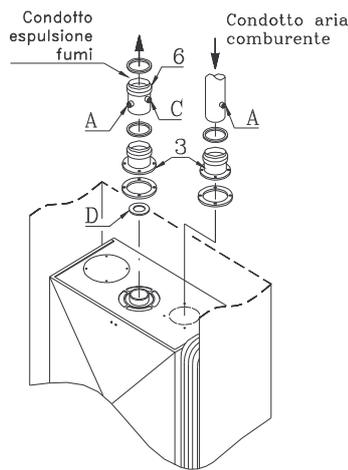

Fig.9
In questa configurazione l'aspirazione dell'aria comburente e lo scarico dei fumi sono canalizzati in due "condotti separati"; in tal caso sull'apparecchio va posizionato un apposito raccordo sia per l'aspirazione che per lo scarico (3). Anche in questo caso potrà essere scelto un terminale per l'uscita a parete o a tetto verticale oppure orizzontale mediante gli appositi accessori (3) Fig.9.